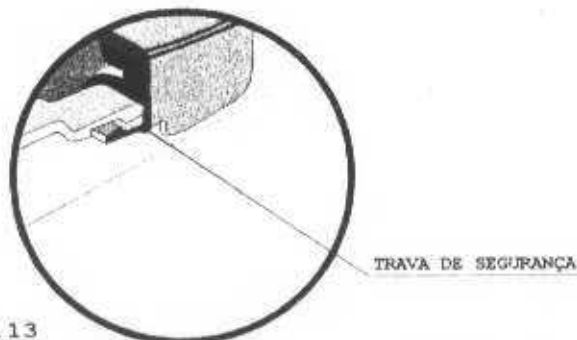

Fig.14
Parafuso localizado na lateral da tampa. Tem como finalidade impedir que a tampa gire inadvertidamente, Fig.14.
- 5 ► TRAVA ADICIONAL DE SEGURANÇA - consulte "Características da Autoclave", Fig.14.